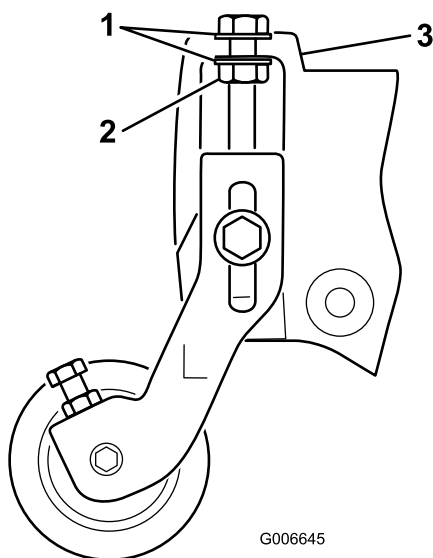

Figure 5
**Remarque:** Les rondelles des boulons de réglage de la hauteur de coupe doivent se trouver de chaque côté du rebord de la plaque latérale (Figure 5).
10. Serrez le contre-écrou du boulon de réglage de la hauteur de coupe jusqu'à ce que les rondelles touchent le rebord de la plaque latérale, puis desserrez l'écrou d'un demi-tour (Figure 5).